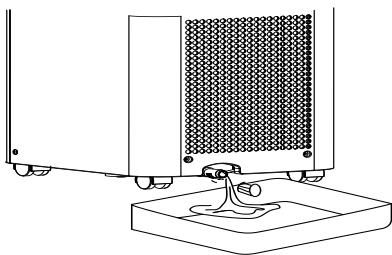

Fig. 1
- Antes da arrumação, certifique-se de que retira a tampa de borracha da parte inferior do orifício de drenagem (#9) e deixe a água escoar para um recipiente. (fig. 1) Coloque o aparelho no modo de ventilador durante apenas algumas horas para secar qualquer humidade nas bobinas, de forma a evitar a formação de bolor.